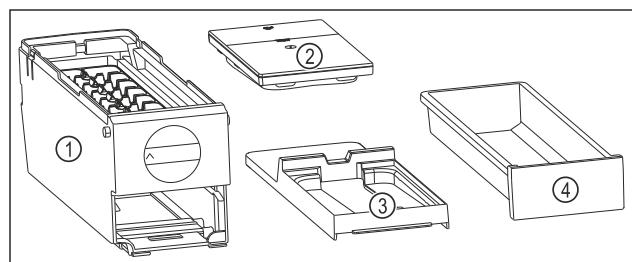

Fig. 143 Компоненти EasyTwist-Ice
- EasyTwist-Ice складається з чотирьох частин. (див. Fig. 143)
- Розбирайте EasyTwist-Ice тільки на зображені компоненти. (див. Fig. 143)
- Очистіть корпус EasyTwist-Ice Fig. 143 (1) без розбирання.